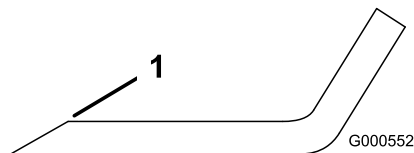

Figure 70
1. Au moyen d'une lime, aiguissez les tranchants aux deux extrémités de la lame (Figure 70).
**Remarque:** Si la lame est déséquilibrée, limez un peu l'extrémité de l'ailette seulement (Figure 70).